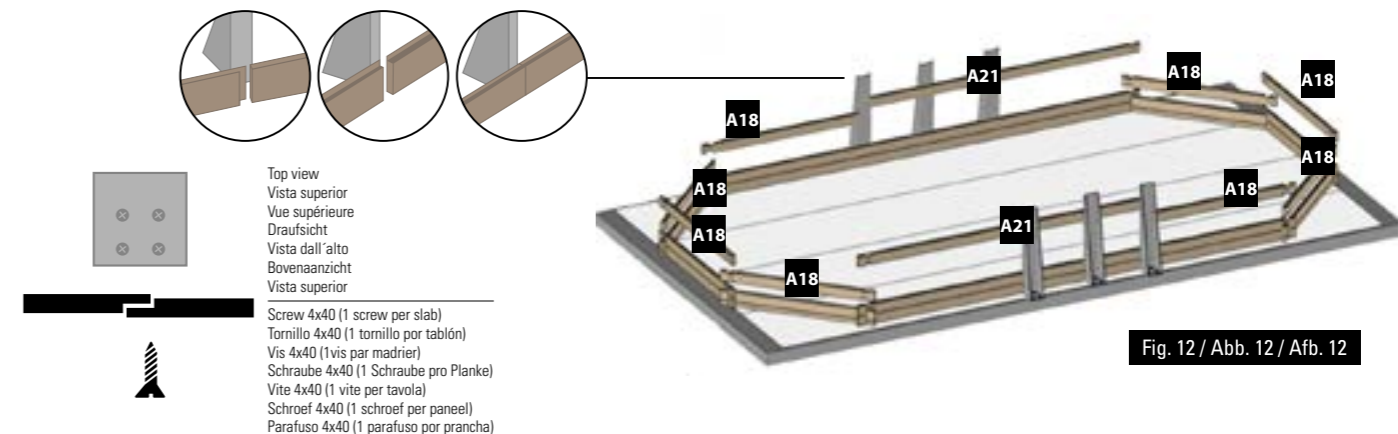

Fig. 12 / Abb. 12 / Afb. 12
- EN 2nd LAYER OF BOARDS:** • Install the second layer of boards as shown in figure 12. • There is a wooden wedge in the structure packet to correctly assemble the boards. • Never directly hit against the boards. You would damage the pegs and would weaken the structure. Do not hit them with anything metallic. This would inevitably damage the wood. • Try to correctly assemble the boards right from the start. There should not be any space between each layer of boards to avoid maladjustment of the higher boards.
- FR 2ÈME RANGÉE DE MADRIERS:** • Positionnez les madriers de la deuxième rangée conformément à la figure 12. • De manière à emboîter correctement les madriers, une cale en bois est à votre disposition dans le colis de structure. • Ne pas taper directement sur les madriers. Cela abîmerait les languettes et nuirait à la solidité de la structure. • Ne pas frapper avec une pièce métallique. Cela détériorerait le madrier irrémédiablement. • Veillez à emboîter bien à fond les madriers dès le départ. Il ne doit pas y avoir d'espace entre chaque rangée pour éviter un décalage au niveau des madriers supérieurs.
- DE 2. BRETTERREIHE:** • Platzieren Sie die Bretter der zweiten Reihe laut Abb. 12. • Um die Bretter richtig anbringen zu können, finden Sie einen Holzkeil im Paket des Tragwerks. • Nicht direkt auf die Bretter klopfen. Das würde die Zapfen und die Festigkeit des Tragwerks beschädigen. • Nicht mit einem Metallteil darauf klopfen. Es würde das Holz unabänderlich beschädigen. • Versuchen Sie, die Bretter von Anfang an tiefgehend ineinander zu fügen. Zwischen den Reihen darf kein Platz sein, um eine Fehlanpassung der oberen Bretter zu vermeiden.
- NL 2ª RIJ PLANKEN:** • Plaats de planken van de tweede rij zoals aangegeven op afbeelding 12. • Om de planken correct te assembleren, zit er een houten wig in het pakket van het frame. • Sla niet direct op de planken. Daardoor gaan het profiel kapot en wordt de stevigheid van het frame ondermijnd. • Sla er niet direct op met metaal. Hierdoor raakt het hout onherstelbaar beschadigd. • Zorg ervoor dat de planken vanaf het begin stevig op elkaar aansluiten. Er mag geen ruimte tussen de rijen overblijven, uitkomst dat de bovenste houtdelen onregelmatig uitkomen.